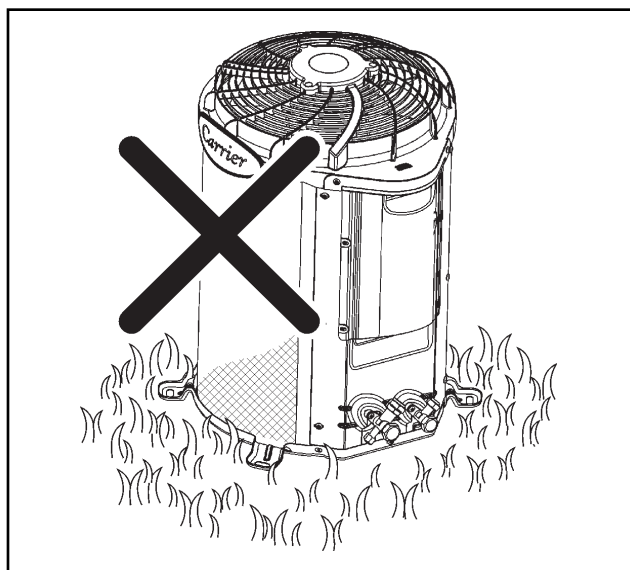

FIGURA 4 - DESNIVELAMENTO DA UNIDADE CONDENSADORA
- Recomenda-se **não** instalar a unidade diretamente sobre superfícies irregulares, tal como grama, pois acabará por prejudicar o nivelamento da unidade (figura 4).